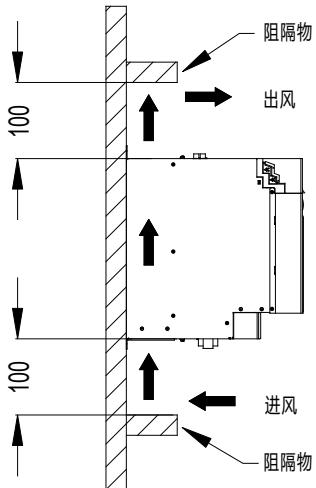

图 4-4 上下阻隔安装空间 (上述尺寸为最小极限尺寸, 单位: mm)
- 3、单元的上方和下方必须保持最小通风空间，以确保散热良好，请参考图 4-4。